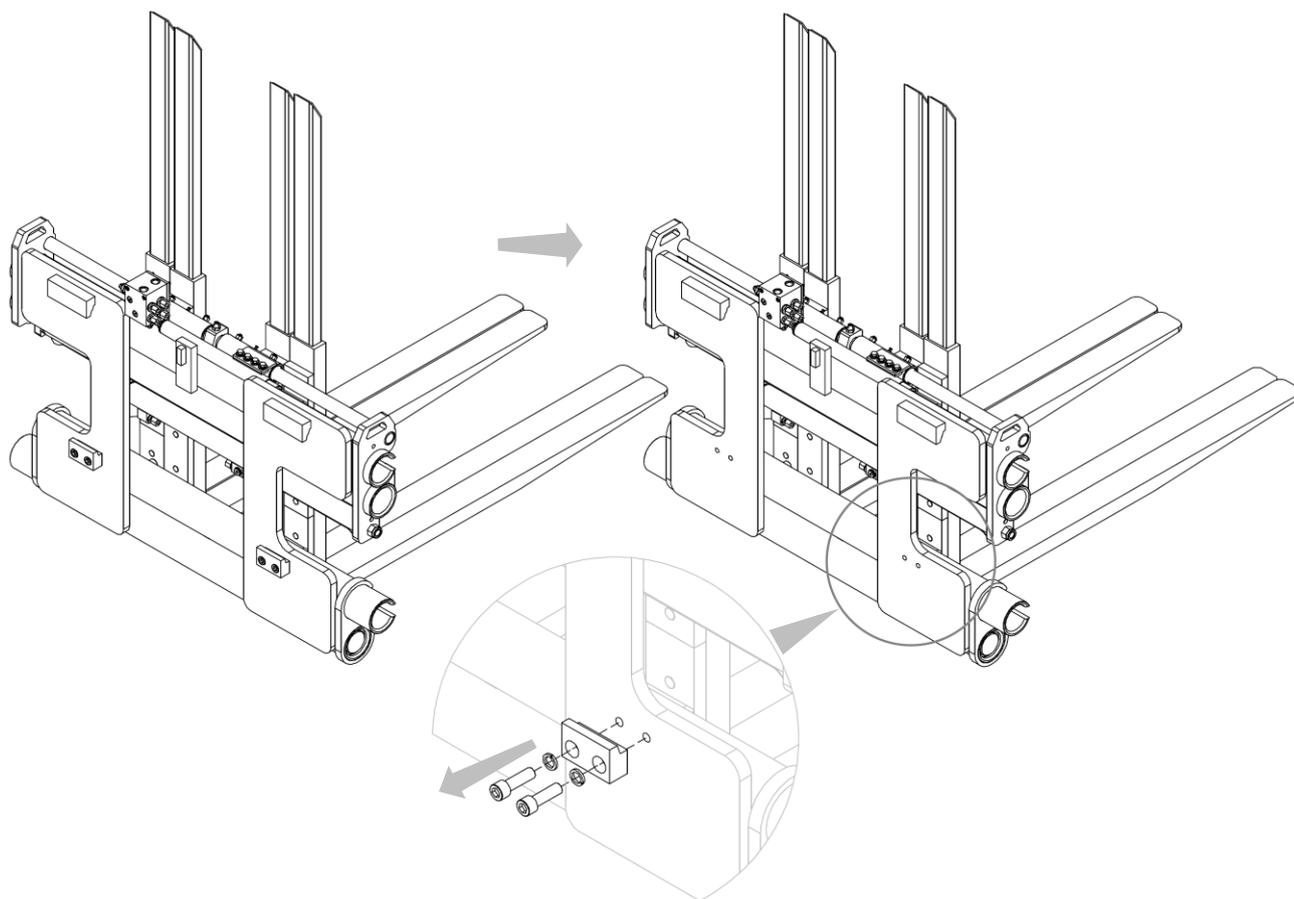

Figura 8
4. Rimuovere i ganci inferiori dall'attrezzatura (vedi *Figura 8*).
2. Rimuovere i ganci inferiori dalla struttura (vedi *Figura 4 e Figura 8 a pag. 12 e 15*).